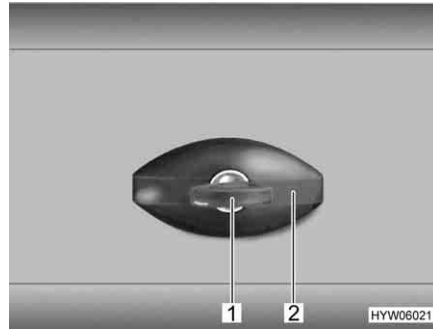

Fig. 63 Fechadura de alçapão, de forma elíptica, fechada
- Encaixe a chave no canhão da fechadura (Fig. 63,1), girando-a um quarto de volta no sentido contrário ao dos ponteiros do relógio. O manípulo da fechadura (Fig. 63,2) desprende-se.